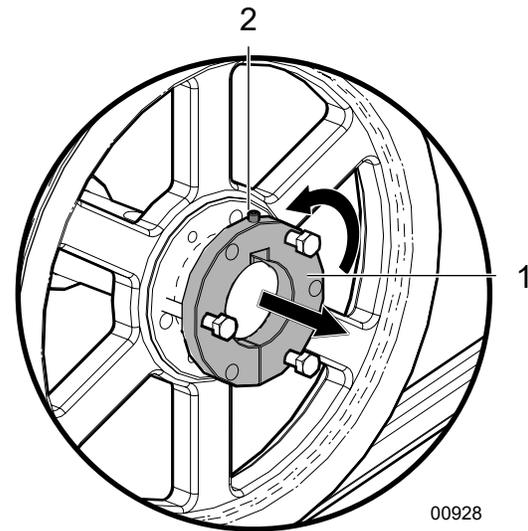

Fig. 57 – Poulie du rotor
1. Desserrez la vis de réglage qui se trouve sur la bague fixée à la poulie du rotor. Voir Fig. 57.